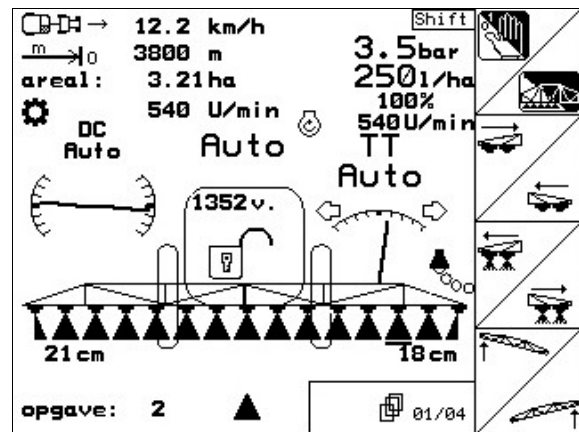

Fig. 72
- Symbolet "hældningsindstilling" (Fig. 72/1) arbejdsmenuen viser den indstillede hældning for sprøjtebommen. Her er sprøjtebommens venstre side hævet.